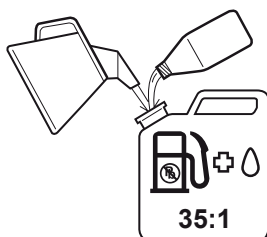
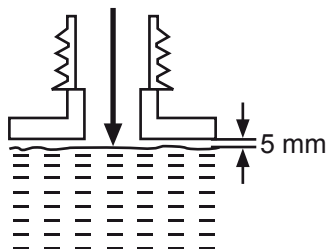

Fig. 1
Fig. 2
- > Mezcle una cantidad de gasolina normal sin plomo con aceite de motor de calidad para motores refrigerados de 2 tiempos en un recipiente adecuado (Fig. 1).
- > Desatornille y quite el tapón del depósito (10).
- > Rellene correctamente la mezcla de aceite-gasolina en el depósito usando un embudo de gasolina equipado con filtro para evitar que los restos entren en el depósito. No rellene en exceso. Deje un máximo de 5 mm de espacio entre la parte superior de la gasolina y el borde interno del depósito (11) para permitir la expansión (Fig. 2).